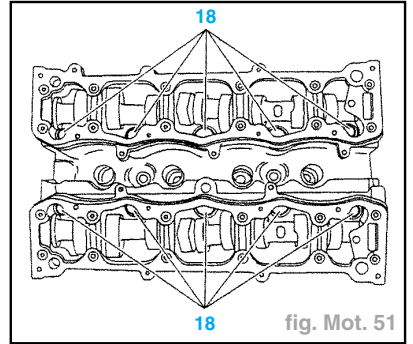

fig. Mot. 51
- Desserrer progressivement et en spirale les vis (18) en commençant par l'extérieur (fig. Mot. 51).